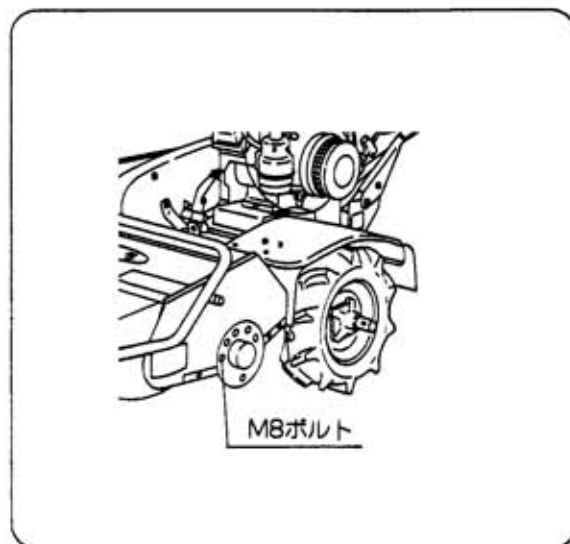

図52
- ④ 左右のM8ボルト 5本をゆるめてドラムを取り外してください。
- ドラムを取り外すときは重量がありますので注意してケガのないようにしてください。(図52)